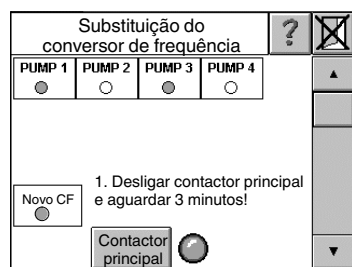

Fig. 7-7
**Exemplo:** Num aparelho de fusão com quatro motores/bombas configurados, os conversores de frequência dos motores 2 e 4 estavam avariados e foram substituídos. Após voltar a ligar o aparelho de fusão, aparece a fig. 7-7.